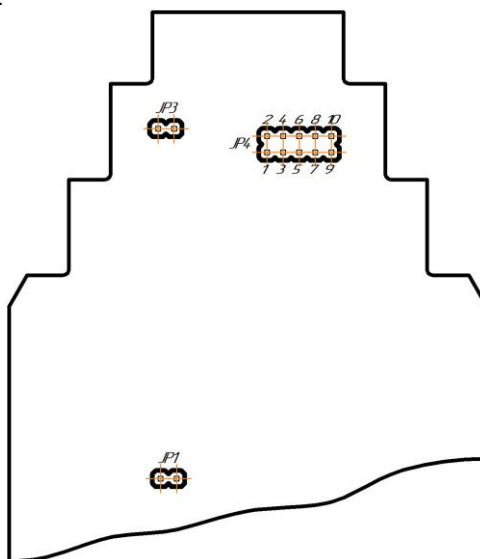

Рисунок 5.1 – Положение перемычек на плате модуля (корпус модуля снят)
4.3.6.1 Обесточить модуль, снять с шины и установить перемычку JP1 (положение – см. рис. 5.1), после чего установить модуль обратно на шину. Модуль перейдет в режим конфигурации сетевых настроек, о чем будет свидетельствовать мигание светодиода "PWR" на передней панели прибора.